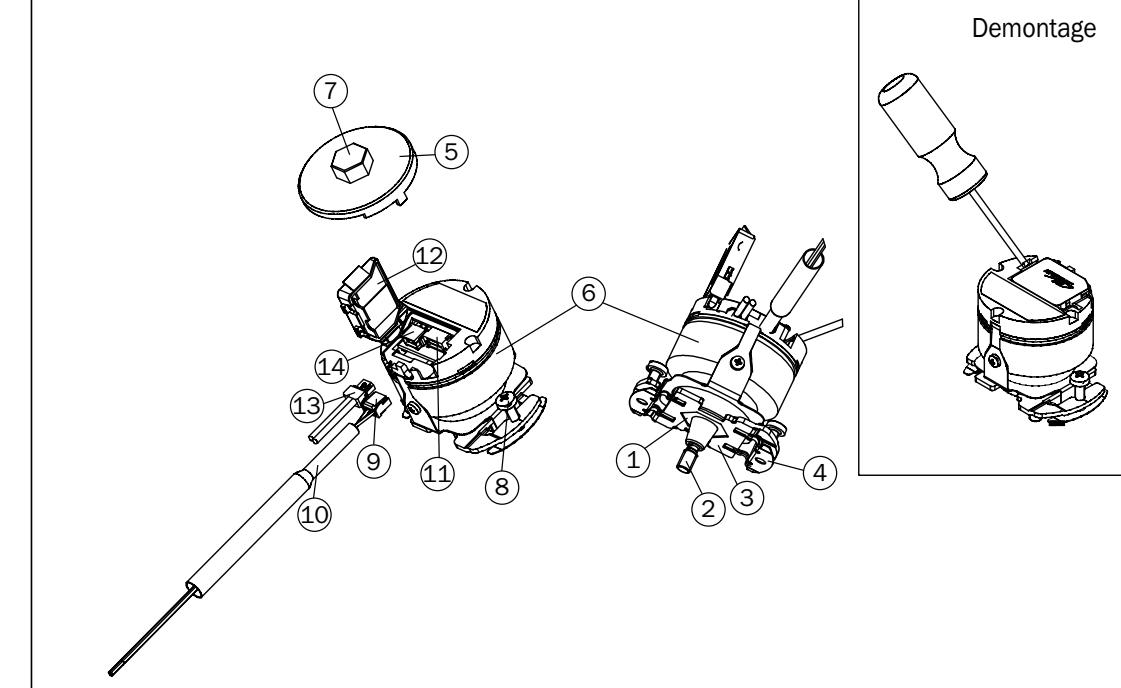

Abb. 4: Montagebild EKS36-2J/EKM36-2J/EKS36-2K/EKM36-2K Konuswelle
4.2 Montage Motor-Feedback-System mit Konuswelle und Federblech-abstützung (Abb. 4)
► Der Sechskant (1) der Geberwelle (2) muss in die Aussparung der Befestigungsplatte (3) der Drehmomentstütze (4) eingerastet sein. Das Montagewerkzeug (5) auf die Geberrückseite aufsetzen und an den Ausschnitten des Gebergehäuses (6) einrasten. Den Geber mit Hilfe des am Montagewerkzeug (5) befindlichen Sechskants (7) in die Antriebswelle einschrauben. Die Schrauben (8) dürfen nicht in die Befestigungslöcher des Motors eihaken. **Anzugsmoment: 4 Nm**.
► Die Abdeckung (12) ggf. mit Hilfe eines Schraubendrehers öffnen (Abb. 4). Den Litzensatz (9 + 10